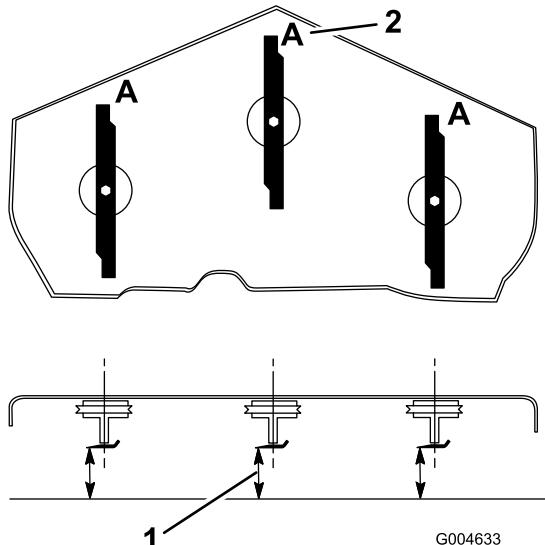

図 70
- ブレードが前後方向を指すように回転させる(図 70)。
注 Aの位置で(図 70)、平らな床面からブレードの刃先までの高さを測る。測定値を記録する。